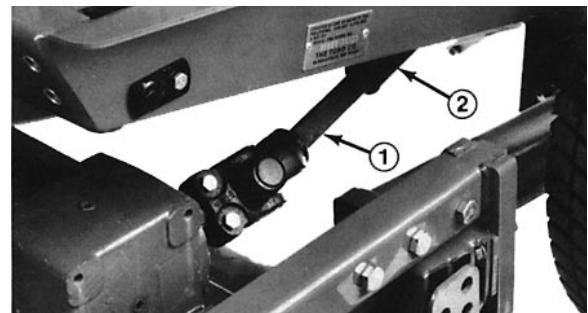

Figure 7
5. Arrêter le moteur et écarter l'unité de coupe de l'unité de déplacement et du bâti porteur, en séparant les parties mâles et femelles de l'arbre de PDF (Fig. 7).